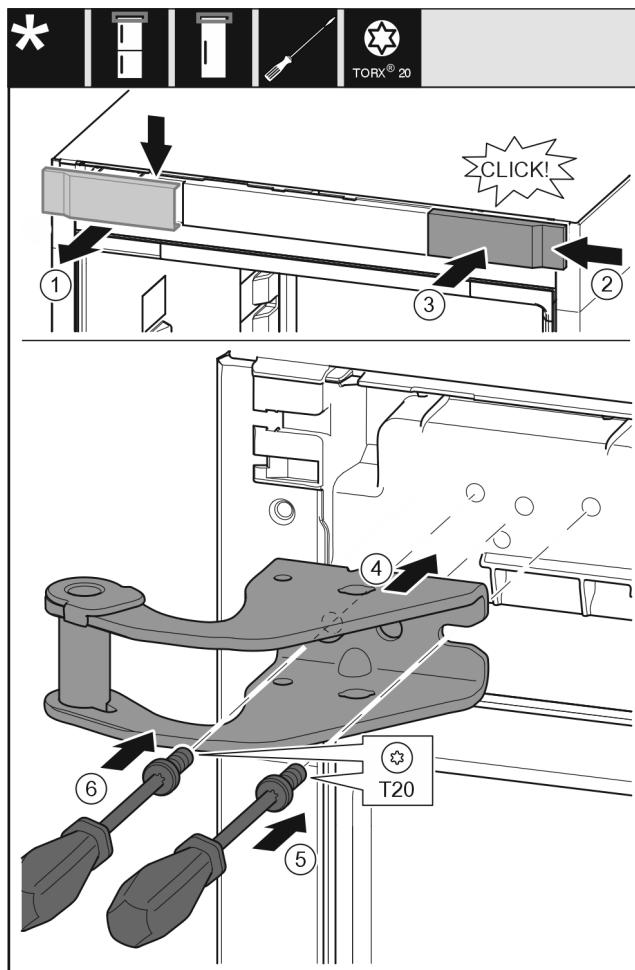

Fig. 12
- Odeberte kryt shora dopředu. Fig. 12 (1)
- Kryt otočený o 180° zavěste na druhé straně zprava. Fig. 12 (2)
- Zaklapněte kryt. Fig. 12 (3)
- Nasad'te horní stojan ložiska. Fig. 12 (4)
- Šroubovákem T20 nasad'te šroub a utáhněte. Fig. 12 (5)
- Šroubovákem T20 vložte šroub a utáhněte. Fig. 12 (6)